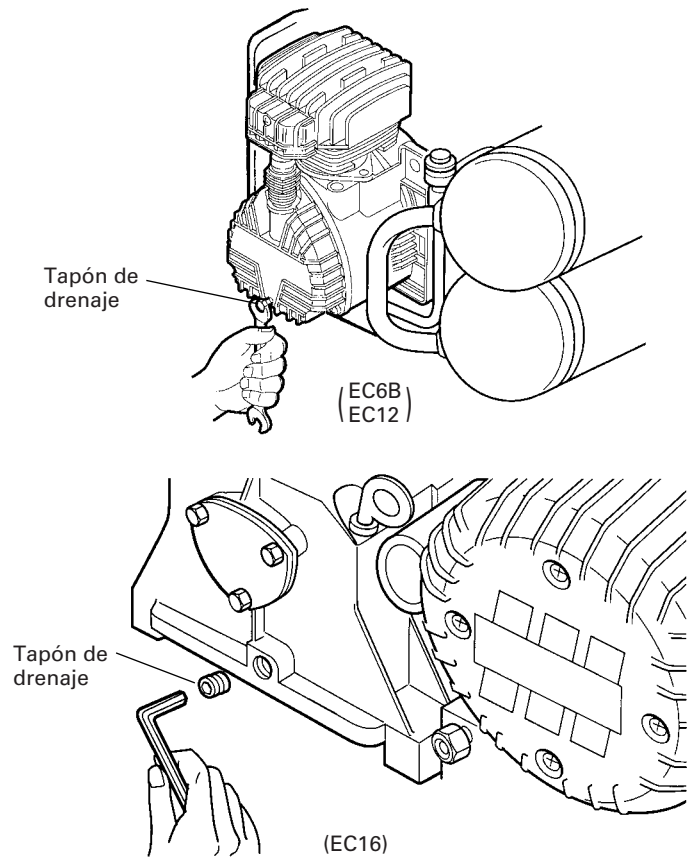

Fig. 8
(1) Antes de las primeras 50 horas de operación, reemplace completamente el aceite del elemento de la bomba. Afloje el tapón de drenaje del aceite de la cubierta del compresor, drene todo el aceite, y atornille otra vez el tapón. (Fig. 8)